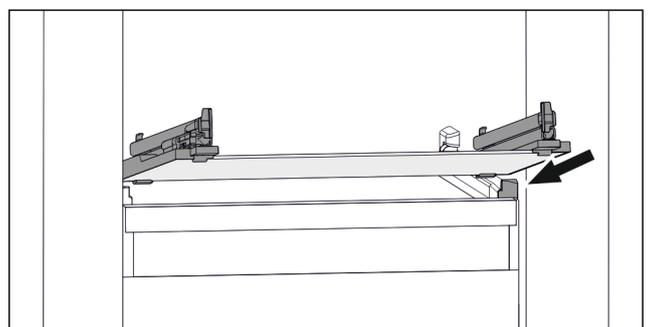

Fig. 38 Beispielhafte Darstellung der Glasplatte
- ▶ Glasplatte schräg hinter den Stoppern aufsetzen. (siehe Fig. 38)